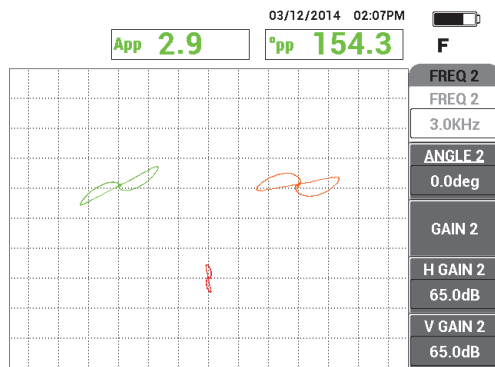

Abbildung 5-136 Prüfen des Thru-Wall-Lochs
2. Prüfen Sie langsam nur das kleinste Thru-Wall-Loch mit Drücken des Fußschalters ERASE, wie benötigt, um den Bildschirm zu löschen. Wird das Lochsignal auf dem NORTEC 600 angezeigt, drücken Sie die Direktzugriffstaste FREEZE (✱). Siehe Abbildung 5-136 auf Seite 240.